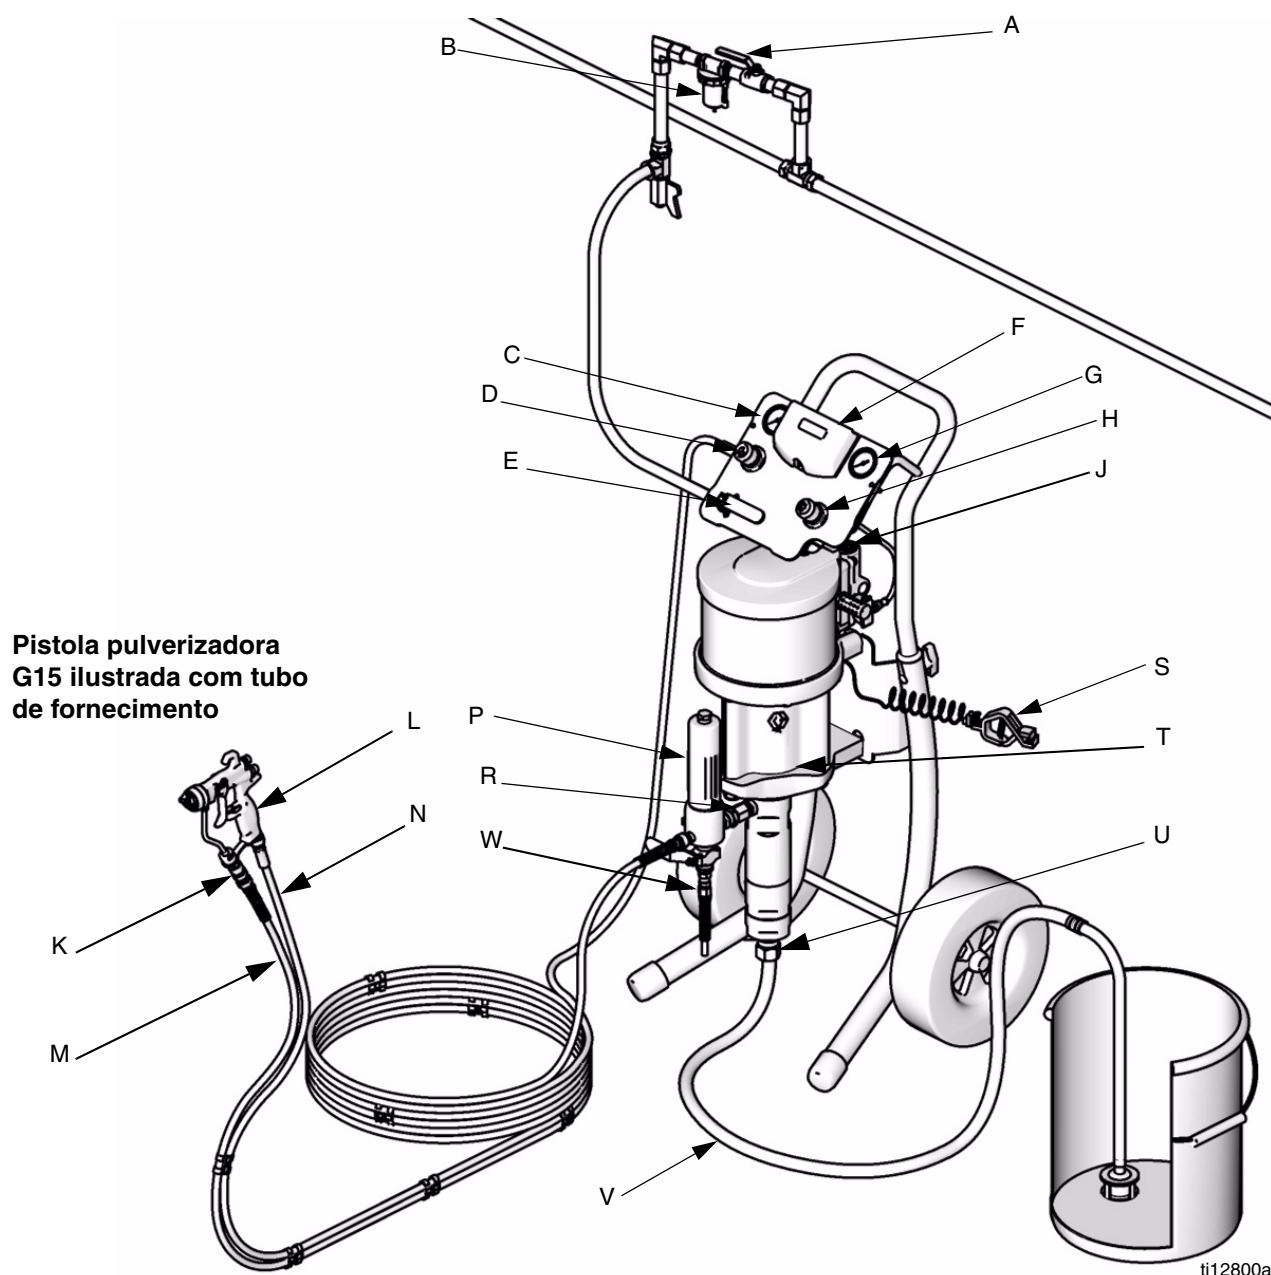

FIG. 1. Instalação típica
A FIG. 1 é somente um guia para seleccionar e instalar os componentes e acessórios do sistema. Contacte o seu distribuidor Graco para obter ajuda relativamente à concepção de um sistema adequado às suas necessidades em particular.
Consultar FIG. 1. Os componentes variam conforme o conjunto pedido, mas podem incluir:
Instale os seguintes acessórios segundo a ordem indicada na FIG. 1, utilizando os adaptadores consoante necessário.
1. Consultar FIG. 1. Ligue a ponta do tubo azul do líquido (M) à saída da bomba (R) ou à saída do filtro (P).
2. Ligue uma ponta da mangueira de ar (N) ao regulador de ar da pistola (D).
3. Ligue a ponta que sobra da mangueira de ar (N) à admissão de ar na base da pistola (L).
4. Ligue o tornel da pistola (K) à admissão de fluido da pistola.
5. Ligue a outra ponta do tubo azul do líquido (M) à pistola tornel (K).
2. Consultar FIG. 1. Fechar a válvula pneumática principal de purga (D).
1. Consultar FIG. 1. Bloqueie o gatilho da pistola. Retire da pistola o bico e respectivo protector (L). Consulte o manual da pistola.
2. Feche o regulador de ar da pistola (D) e o regulador de ar da bomba (H), rodando os botões no sentido contrário ao dos ponteiros do relógio para reduzir a pressão para zero. Feche a válvula de ar de purga (E). Verifique ainda se as válvulas de retorno estão fechadas.
3. Ligue a linha de ar à válvula pneumática de sangrar (D).
6. Encoste a parte metálica da pistola (R) firmemente a um balde metálico em contacto com a terra e mantenha o gatilho accionado.
8. Abra a válvula pneumática de purga (E). Rode lentamente o regulador de ar da bomba (H) no sentido dos ponteiros do relógio, aumentando a pressão até a bomba arrancar.